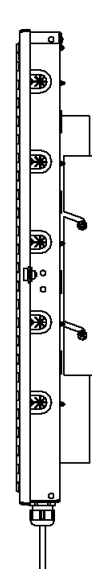

Figure 2
2. Desserrer les quatre écrous latéraux et accrocher le terminal au support, puis resserrer les écrous pour bien fixer le terminal au support (Figure 2).